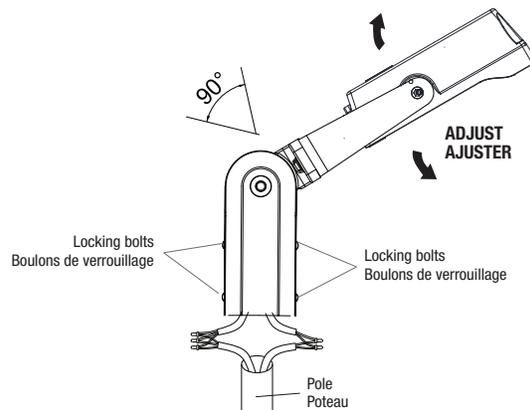

Fig. 4.7
9. Loosen the 4 locking bolts on the slipfitter, install the slipfitter on the pole and fasten the locking bolts between slipfitter and the pole (Fig. 4.7).
10. Loosen the adjusting bolt and align the luminaire to required angle (Fig. 4.7).
**NOTE:** Adjustable angle is 0-90° (Fig. 4.7).
9. Desserrer les 4 boulons de verrouillage du joint d'articulation et installer le joint d'articulation sur le poteau et serrer les boulons de verrouillage entre joint d'articulation et le poteau (Fig. 4.7).
**NOTE :** L'angle réglable est de 0 à 90° (Fig. 4.7).